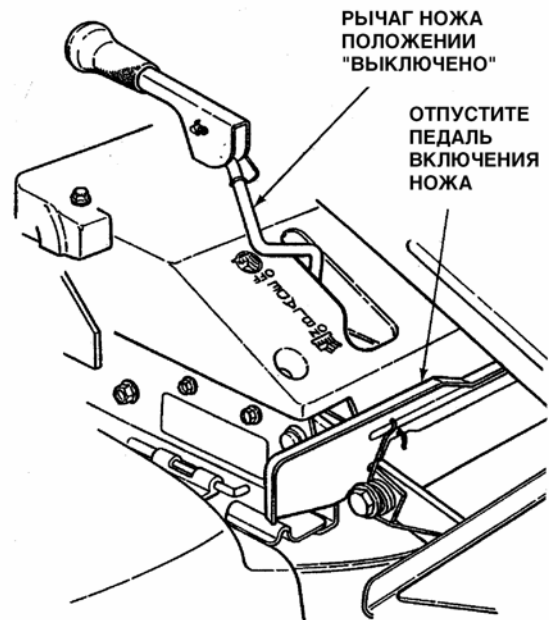

Рис. 2.15
1. Остановить привод ножа можно, отпустив педаль привода ножа или переведя рычаг ножа назад в положение OFF (выключено). См. рис. 2.15.